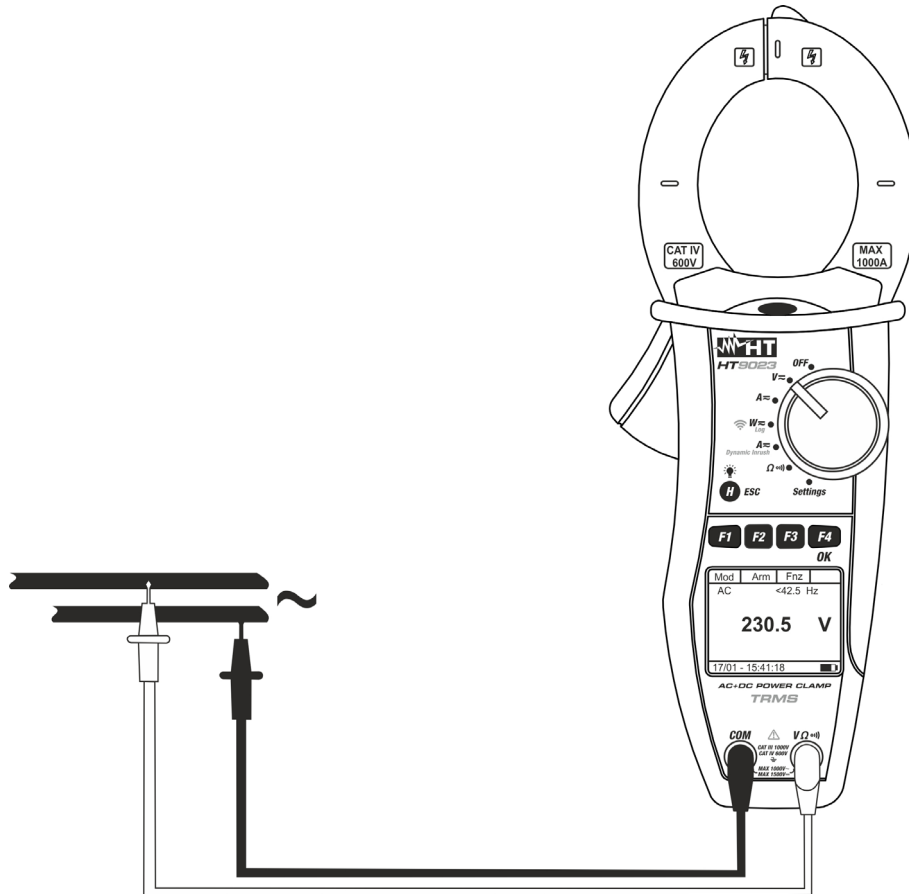

Abb. 6: AC/AC+DC Spannungsmessung
4. Verbinden Sie die rote Messleitung mit der **VΩ[Ⓜ]** Eingangsbuchse, und die schwarze Messleitung mit der **COM** Buchse, und verbinden Sie die Messspitzen mit dem zu prüfenden Stromkreis (siehe Abb. 6)